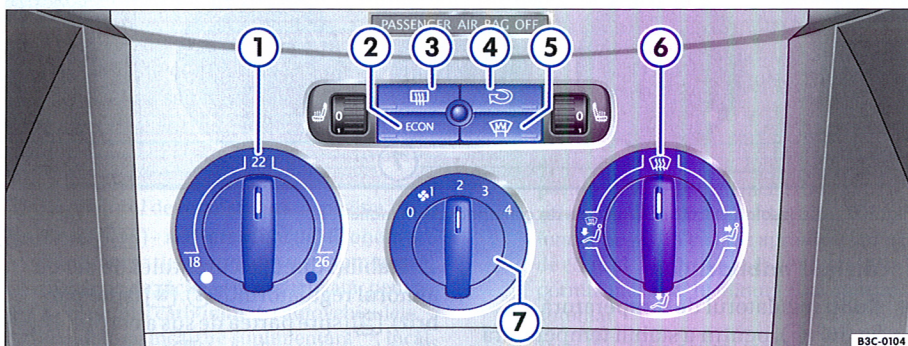

Fig. 108 În consola centrală: Elementele de comandă ale Climatic
– Apăsați tasta ⇒ fig. 108 (4), pentru a activa sau dezactiva recircularea aerului. Funcția este activată când în tastă se aprinde un bec.